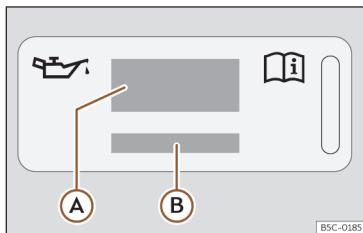

Fig. 197 No compartimento do motor: etiqueta de óleo do motor
Legenda da >>> **Fig. 197:**
Se tiver de adicionar óleo do motor, utilize um dos óleos indicados na etiqueta >>> **Fig. 197**. A etiqueta com a norma prescrita encontra-se na parte da frente do compartimento do mo-
- Se faltar a etiqueta com a especificação do óleo do motor >>> Fig. 197, contacte uma oficina especializada.